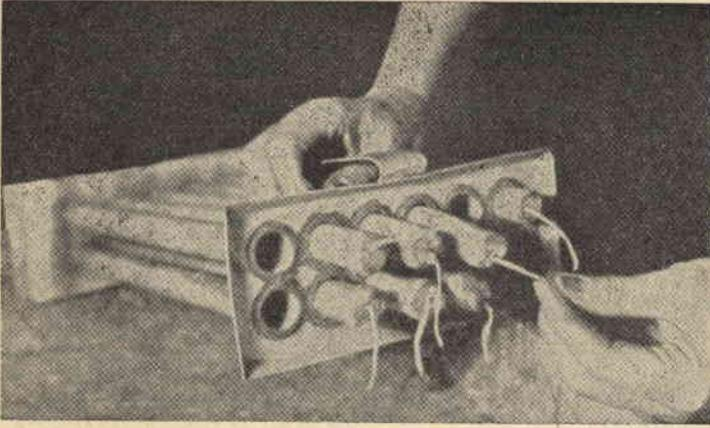

Fig. 27 - Immergete prima rapidamente l'estremità superiore, poi tutta la forma in acqua calda e le candele si sfileranno senza difficoltà
**Passo 6** - (Vedi fig. 27). Immergere l'intera forma, candele ancora nei tubi, in acqua ben calda. Questa operazione staccherà le candele dalle pareti dei tubi, quanto basta per permettere di tirarle via facilmente. Estrarre una candela alla volta dalla forma ed appenderla ad indurire leggermente, usando a questo scopo le normali pinzette da biancheria fissate ad un chiodo qualsiasi od infilate in un filo di ferro, con le precauzioni necessarie, perchè scorrendo non portino a contatto le singole candele non ancora bene indurite e quindi soggette a deformarsi.